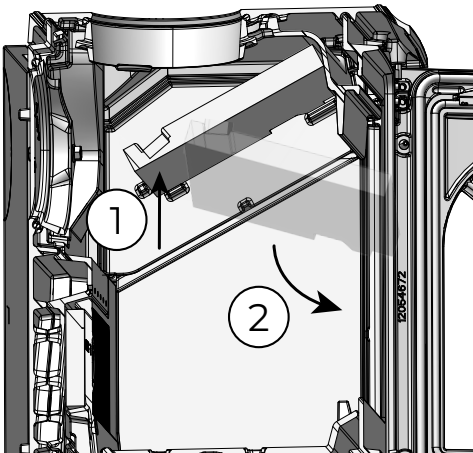

Fig. 7.5
3	Sollevare il deflettore inferiore (B) dalla parte posteriore per sganciarlo dai supporti e inclinarlo anteriormente per poterlo sfilare (Fig. 7.5)